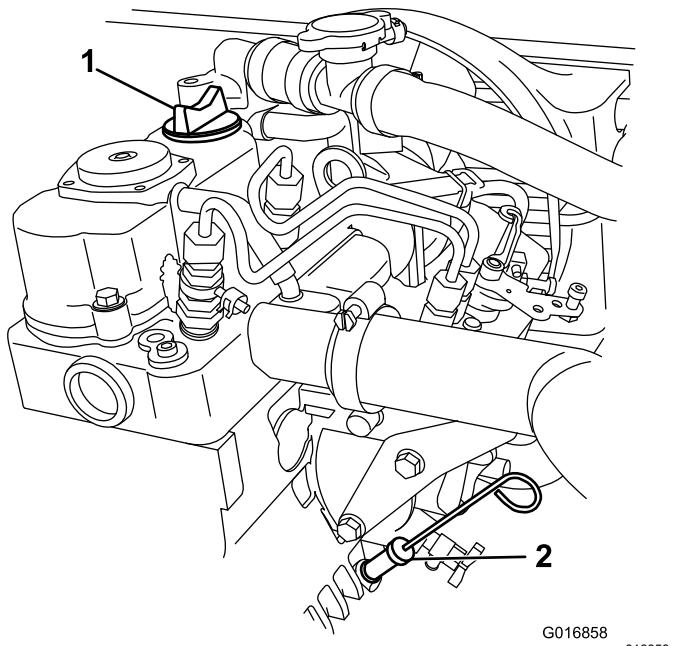

Figura 30
7. Introduzca la varilla en el tubo de la varilla y asegúrese de que está correctamente asentada (Figura 30).
9. Instale la varilla de aceite y asiéntela firmemente (Figura 30).
5. Utilice un trapo para limpiar alrededor de la varilla de aceite (Figura 30) para impedir que caiga suciedad por el tubo/cuello de llenado de aceite y cause daños en el motor.